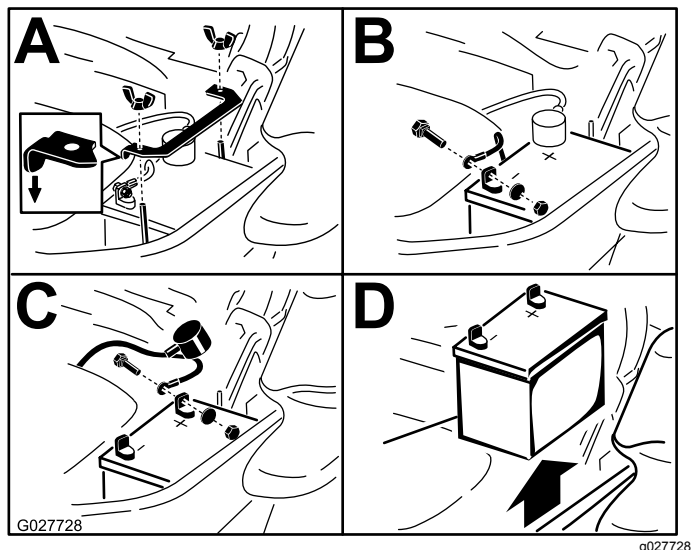

Figura 55
- Rimuovete la batteria come illustrato nella Figura 55.